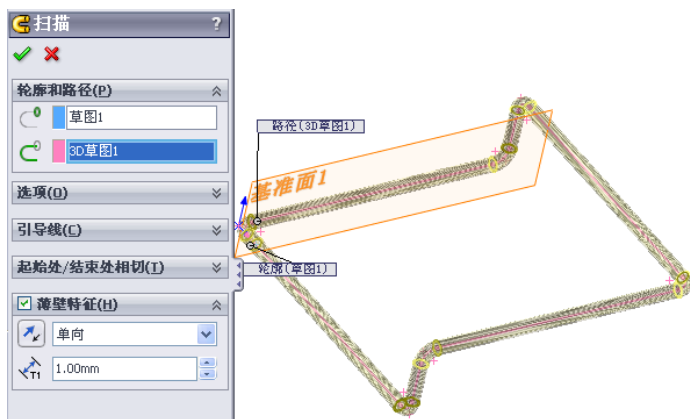

图3-53 “扫描”属性管理器
(9) 扫描设置。单击“特征”工具栏中的（扫描）按钮，或选择菜单栏中的“插入”→“凸台/基体”→“扫描”命令。弹出“扫描”属性管理器，同时在右侧的图形区中显示生成的扫描特征，如图3-53所示。